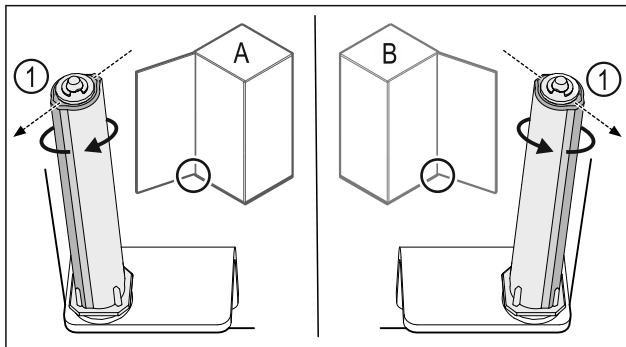

Fig. 32 Μεντεσέδες αριστερά (A) / Μεντεσέδες δεξιά (B)
- Περιστρέψτε το σύστημα κλεισίματος κόντρα στην αντίσταση, μέχρι ο κορμός του συστήματος κλεισίματος Fig. 32 (1) να είναι στραμμένος προς τα έξω.